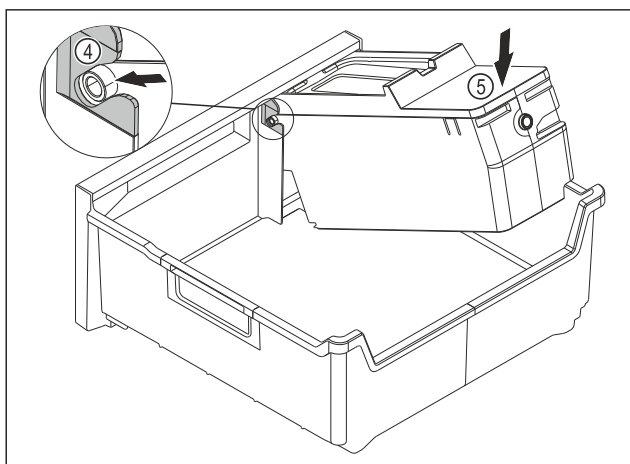

Fig. 78
- ▶ Monter le corps de l'EasyTwist-Ice : Insérer les axes du corps de l'EasyTwist-Ice dans les guides Fig. 78 (4).
- ▶ Appuyer l'arrière du corps de l'EasyTwist-Ice Fig. 78 (5) vers le bas.